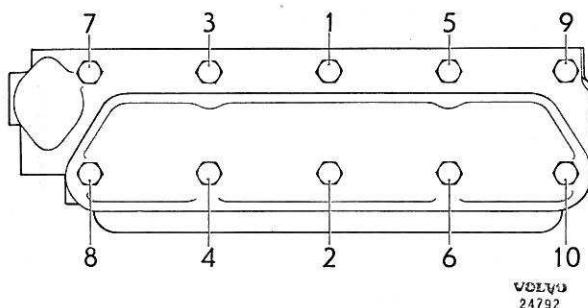
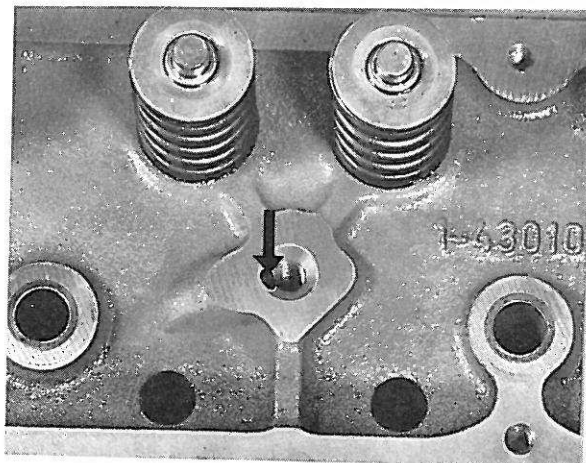

Figure 28. Ordre de serrage des vis de culasse, B 20
Figure 30. Orifice de passage d'huile dans culasse
Le remontage de la culasse doit se faire à l'aide des goupilles de positionnement 2435. Le serrage doit se faire dans l'ordre indiqué sur les figures 28 et 29 afin d'éviter la production des tensions nuisibles. Vérifier si l'orifice de passage d'huile, figure 30, vers les culbuteurs n'est pas bouché. Noter que le joint de culasse est d'épaisseurs différentes pour différentes exécutions de moteurs, voir Caractéristiques.
3. Vérifier l'état de propreté du canal d'huile (figure 30) dans la culasse pour la culbuterie.
4. Reposer la culasse en place. Remettre les vis et enlever les goupilles de positionnement. Les vis de culasses doivent être serrées en trois étapes: première étape jusqu'à 40 Nm (4,0 m.kg), 2ème étape jusqu'à 80 Nm (8,0 m.kg) et 3ème étape après chauffage du moteur comme décrit au point 17. Les vis de culasses doivent être serrées dans l'ordre indiqué sur les figures 28 et 29.